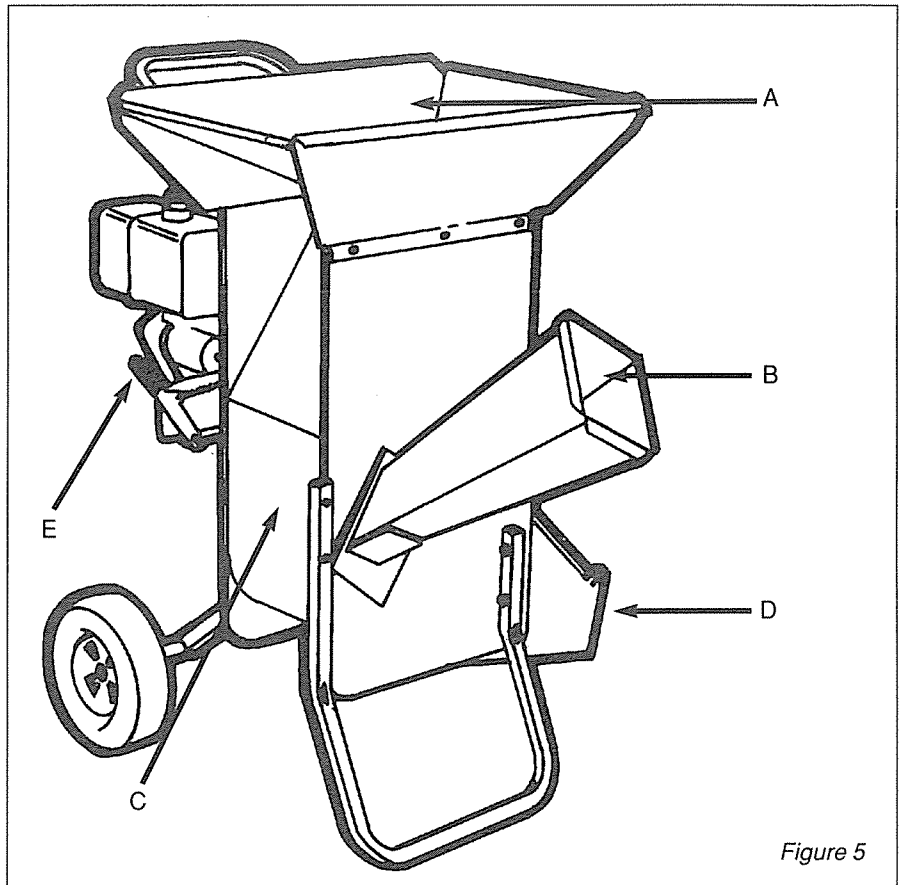
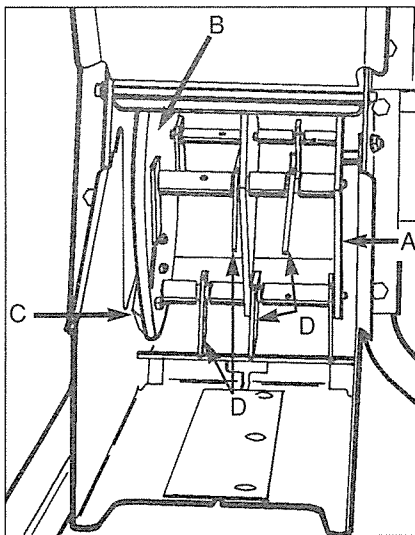
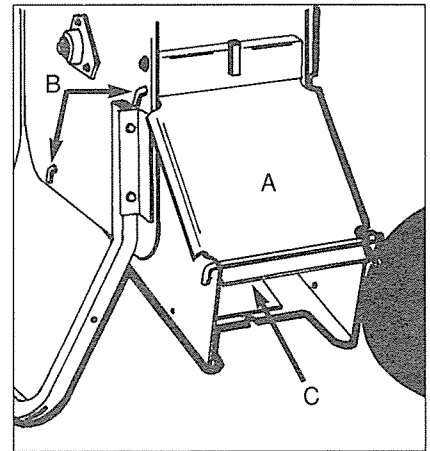

Figure 5
Figure 6. A—Cylindre.
Figure 7. A—Porte d'entretien. B—Tiges du tamis. C— Tunnel d'éjection.
Se reporter à la Figure 5 pour l'emplacement de l'ensemble des commandes / fonctions de la machine. La Figure 5 doit être utilisée comme référence sauf indication contraire.
Cette entrée d'alimentation en haut de la machine ("A" Figure 5) est l'ouverture dans laquelle tous les matériaux à déchi-quetés doivent être déversés. Un volet de fermeture en caoutchouc est fixé à la trémie pour obliger à pousser les matériaux avec un bourroir de feuilles ou un bâton pour qu'ils puissent le franchir et pénétrer dans la chambre principale de déchi-quetage dans laquelle des lames rotatives en acier déchi-quent les matériaux. **Le volet de fermeture empêche le retour en arrière des matériaux—ne pas faire fonctionner la machine si ce volet n'est pas bien fixé.** La plupart des matériaux
La goulotte latérale du hacheur ("B", Figure 5) permet de transformer en "déchet" des matériaux plus gros et plus lourds que ceux que peut traiter le déchi-queur. La goulotte est boulonnée sur le côté de la machine au moyen d'une visserie renforcée. Les branches qui y sont introduites sont hachées en déchets par une lame en acier trempé montée sur un volant tournant à grande vitesse. Les modèles de 8 et 5 CV permettent de hacher des branches et plantes grimpantes d'un diamètre de 25,4 à 76,2 mm (1 à 3 po.); ceux de 4 CV permettent de hacher des matériaux d'un diamètre de 19 à 50,8 mm (3/4 à 2 po.).
A l'intérieur de la chambre du bâti principal de la machine ("C", Figure 5) se trouve un ensemble volant / cylindre de hacheur boulonné à l'arbre de commande. Une lame de hachage en acier trempé est fixée au volant. Le cylindre portent les lames fléaux de déchiquetage (16 sur les modèles 5 et 8 CV; 12 sur le modèle 4 CV). La Figure 6 représente l'ensemble volant / cylindre.
La zone d'éjection (constituée du tunnel et du tamis interne d'éjection, ainsi que de la surface au sol sur laquelle les matériaux sont éjectés) est identifiée par la lettre "D" sur la Figure 5. Se reporter également à la Figure 7 pour une vue en gros plan de cette partie de la machine.
3. Deux autres longues tiges d'acier ("tiges de tamis") maintiennent le tamis d'éjection en place. L'emplacement de ces tiges est indiqué sur les Figures 7 et 8. Retirer d'abord la tige (et la goupille fendue) la plus éloignée de la porte d'entretien, puis la tige (et la goupille fendue) la plus proche de cette porte.
REMARQUE: Les commandes du hacheur/déchiqueteur sont représentées sur la Figure 5 sauf indication contraire.